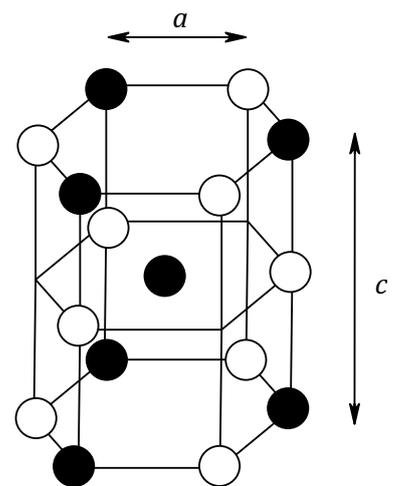

Figure 4 : structure de BN
- 3) Dans le borure d'azote de formule BN, les atomes de bore et d'azote sont en alternance stricte et constituent une structure de type graphite avec une longueur de liaison B – N égale à $a = 145$ pm et une distance entre deux plans successifs égale à $\frac{c}{2} = 334$ pm. La figure 4 rappelle la structure correspondante.
- a) Quelle est l'atOMICITÉ du prisme droit à base hexagonale représenté figure 4 ?